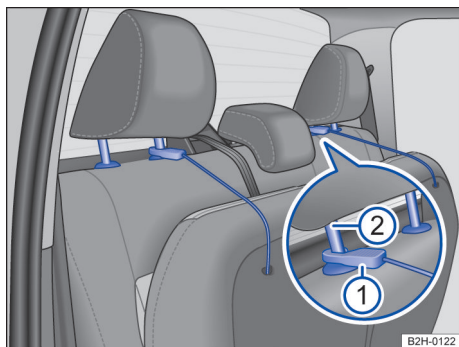
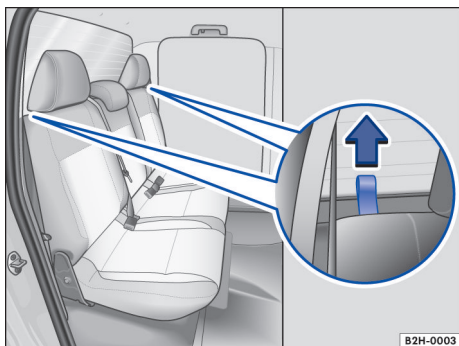

Fig. 65 Banco traseiro: fixar a superfície do banco nos apoios para cabeça.
Fig. 66 Banco traseiro: alça para destravar o encosto do banco.
- Se necessário, deslocar o apoio da cabeça para cima → Página 30 e encaixar a cinta de fixação → Fig. 65 ① na haste interna do apoio para cabeça ②.
- Puxar as alças → Fig. 66 em ambos os lados do encosto do banco na direção da seta e, ao mesmo tempo, rebater o encosto para frente.
Para facilitar o destravamento, podem ser utilizados os cabos do assento → Fig. 65. Para isso, puxar o laço → Fig. 66 e, a seguir, prender a cinta de fixação no laço. Ao destravar o segundo laço, cuidar para que o banco traseiro não rebata para frente.